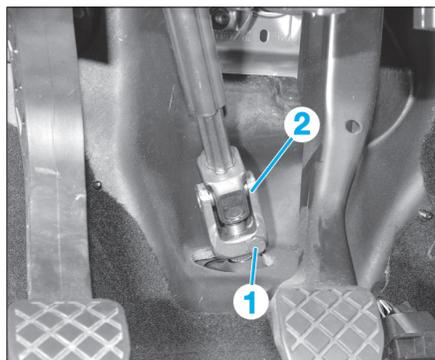

Fig. 4
- Dévisser la vis (1) de joint de cardan (2) de la colonne de direction puis désaccoupler l'ensemble (Fig.4).
- la vis de bridage (1) du joint de cardan inférieur (2) de la colonne sur le boîtier de direction (Fig.4).